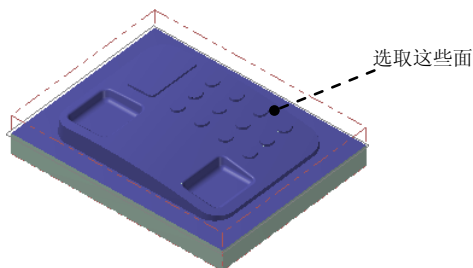

图 10.2.15 设置加工面
Step2. 设置加工区域。在图形区中选取图 10.2.15 所示的面 (共 95 个), 按 Enter 键, 系统弹出“刀路/曲面选择”对话框。单击 按钮, 完成加工区域的设置, 同时系统弹出“曲面精车-外形”对话框。